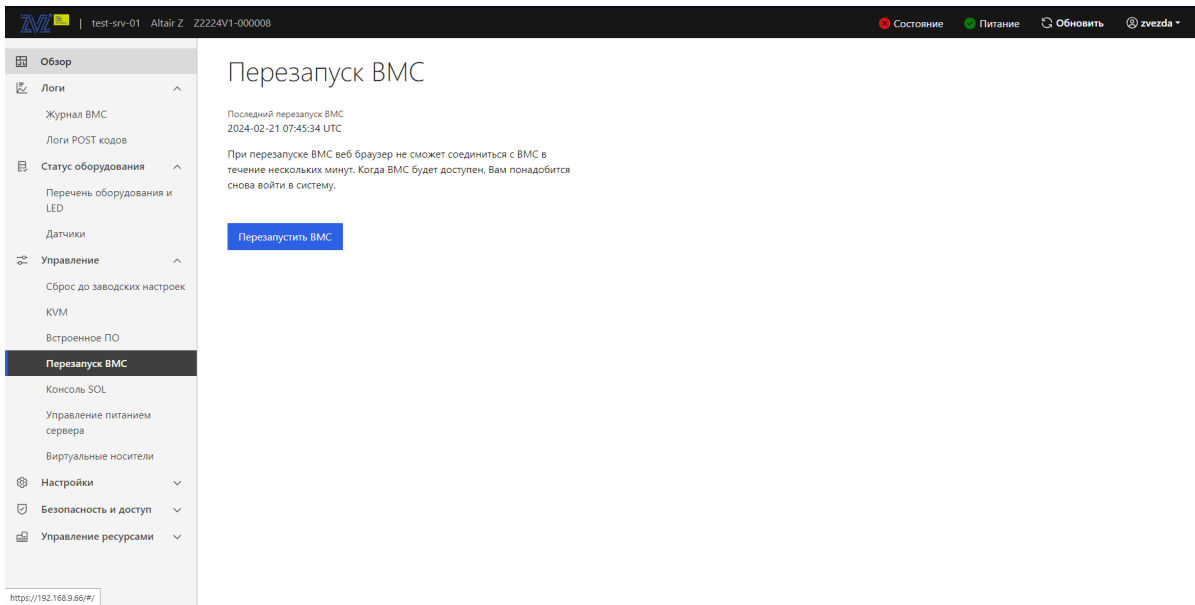

Рис. 84. Окно «Перезапуск ВМС»
- 4) Пройдите во вкладку «Управление» → «Перезапуск ВМС» в данной вкладке осуществляется перезапуск ВМС. Нажмите на кнопку «Перезапустить ВМС» для перезапуска ВМС. Окно показано на рис. 84 Окно «Перезапуск ВМС»